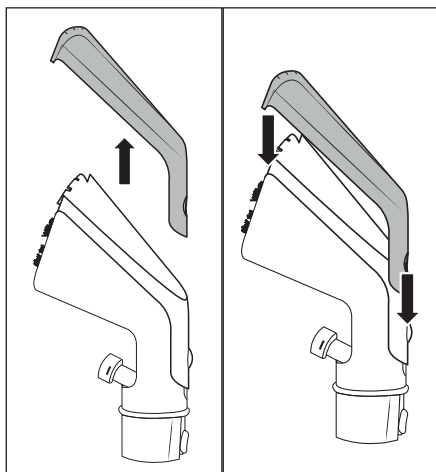

Fig. 9
- ◆ Apăsăți tasta de blocare 24 de pe capacul accesoriului de curățare 23 al duzei pentru tapițerie 22 și scoateți capacul accesoriului de curățare 23 (a se vedea fig. 9).
- ◆ Așezați capacul accesoriului de curățare 23 pe duza pentru tapițerie 22 și glisați-l în jos până când tasta de blocare 24 se blochează în duza pentru tapițerie 22 (a se vedea fig. 9).